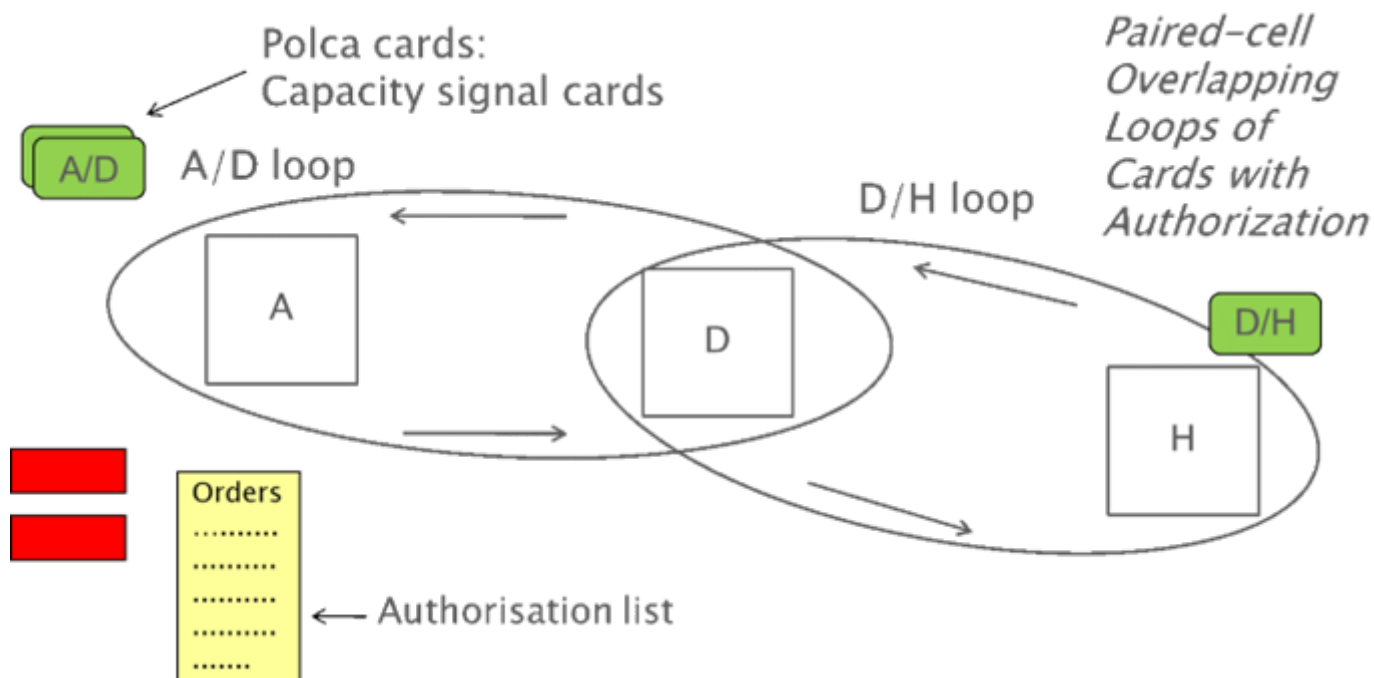

Figure 1 Deux boucles POLCA superposées avec des cartes POLCA
- **Signal « pull »** : POLCA recourt à un système ingénieux dans lequel les cartes circulent entre des boucles superposées. Deux postes de travail consécutifs dans un itinéraire forment ensemble une boucle (les ellipses dans la figure 1). Un nombre limité de cartes POLCA circule dans chaque boucle.
Cette carte est alors disponible pour une commande ultérieure. Le dernier poste peut toujours démarrer et ne nécessite pas de carte. Aux postes intermédiaires (tels que D dans la figure 1), deux cartes sont attachées à la commande : une carte A/D et une carte D/H. Aux premier et dernier postes, une seule carte est attachée.